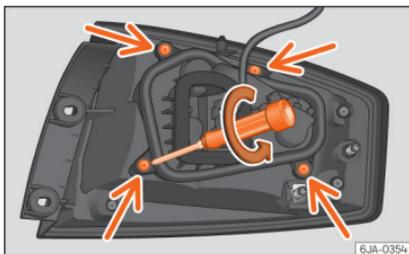

Abb. 100 Befestigungsschrauben an der Rückseite der Heckleuchteinheit
- Lösen Sie mit dem Einsteck-Schraubendreher oder einem T20 Torx-Schlüssel die vier Befestigungsschrauben des Lampenträgers durch Drehen gegen den Uhrzeigersinn »» Abb. 100. Achten Sie darauf, die Befestigungsschrauben des Lampenträgers nicht zu verlieren.